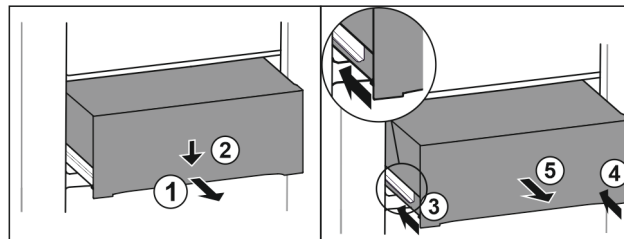

Fig. 118
- ▶ Predal izvlecite do polovice. Fig. 118 (1)
- ▶ Predal na sprednji strani potisnite navzdol. Fig. 118 (2)
- ▶ Levo vodilo potisnite približno 2 cm noter. Fig. 118 (3)
- ▶ Desno vodilo potisnite približno 2 cm noter. Fig. 118 (4)
- ▶ Predal vzemite ven v smeri naprej. Fig. 118 (5)